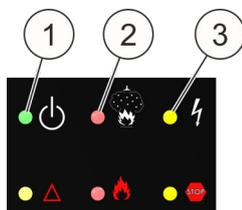

Fig. 51 : Blocage
- La LED supérieure jaune (Fig. 51 /2) s'allume.
Si une porte équipée d'un commutateur de contact de porte est ouverte, le voyant LED jaune inférieur (Fig. 51 /3) s'allume en plus.
- Avant de supprimer le blocage, s'assurer que la LED rouge supérieure (Fig. 51 /1) **n'est pas** allumée, car sinon la procédure d'extinction est immédiatement lancée.